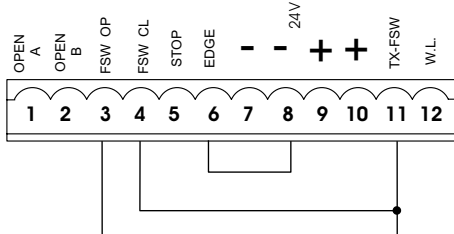

Fig. 33
N.B. Se non vengono utilizzati dispositivi di sicurezza, ponticellare i morsetti come in fig. 33.
Nota bene: Se non vengono collegati dispositivi di sicurezza in apertura, ponticellare gli ingressi **OP e -TX FSW** (fig. 33).
Nota bene: Se non vengono collegati dispositivi di sicurezza in chiusura, ponticellare i morsetti **CL e -TX FSW** (fig. 33).
Nota bene: Se non vengono collegati dispositivi di sicurezza costa, ponticellare gli ingressi **EDGE e -**. (fig. 33).